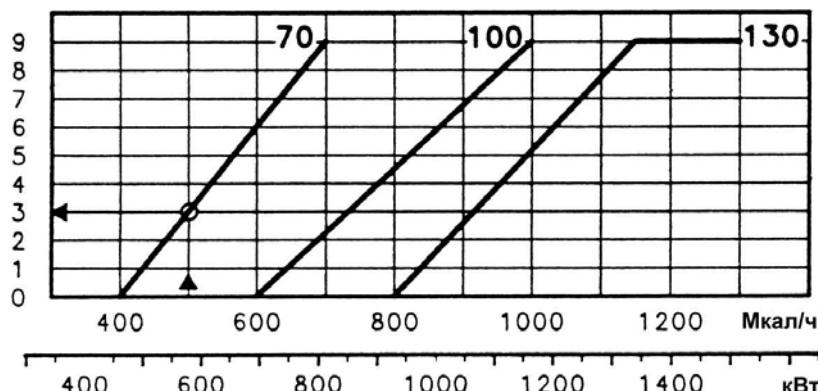
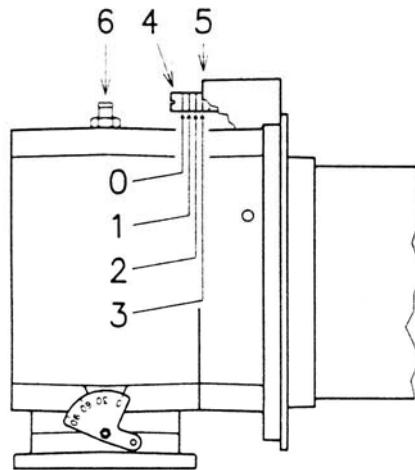
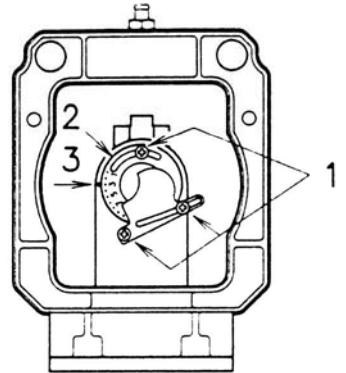

Рис. 12
Рис. 13
Рис. 14
- Кольцо 2 (рис. 14, стр. 12) отрегулировано согласно графику рис. 12 на стр. 11.
- Кольцо 2 (рис. 14, стр. 12) отрегулировано в соответствии с диаграммой рис. 12 на стр. 11.
- Кольцо 2 (рис. 14, стр. 12) отрегулирована в соответствии с диаграммой рис. 12 на стр. 11;
На данном этапе монтажа сопло и втулка закреплены на котле, как показано на рис. 13 (стр. 12). В этот момент особенно удобно провести регулировку головки. Регулировка головки определяется исключительно значением мощности горелки при работе на второй ступени. Поэтому, прежде чем Вы приступите к регулировке, определите значение мощности.
На диаграмме рис. 12 найдите деление шкалы, на которое надо выставить органы регулировки; это
- Регулировка подачи воздуха (рис. 13)**
Вращая винт 4 (рис. 13), совместите рискну требуемого деления с передней плоскостью фланца 5 (рис. 13).
- Регулировка подачи газа (рис. 14)**
Ослабьте три винта 1 (рис. 14) и вращением кольца 2 добиться совмещения риски требуемого деления со стрелкой 3. Затяните винты 1.
По диаграмме рис. 12 (стр. 11) находим, что для этой мощности регулировки воздуха и газа следует выставить на 3 деления, как показано на рис. 13 и 14.
На диаграмме рис. 12 (стр. 11) приведена оптимальная регулировка головки. Если давление газа в магистрали слишком низкое и при работе на 2-й ступени невозможно достичь давления, указанного в таблицах 3–5 на стр. 8, и если при этом кольцо 2 (рис. 14) открыто лишь частично, можно его дополнительно открыть на 1–2 деления.
Продолжая предыдущий пример, мы можем определить по таблице 3, что горелке RS 70 для достижения мощности 500 Мкал/ч (581 кВт) требуется давление на штуцере 6 (рис. 13), примерно равное 6 мбар. Если этого давления получить не удается, кольцо 2 (рис. 14) следует открыть на 4–5 делений. Убедитесь, что горение устойчивое, без пульсаций.